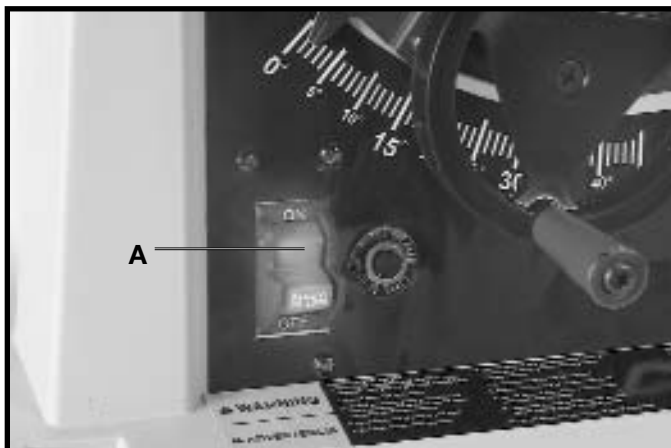

Fig. 27
L'interrupteur marche/arrêt (A) fig. 27 se trouve à l'avant de l'armoire de la scie. Pour mettre la scie en marche, déplacer l'interrupteur (A) vers le haut à la position « MARCHE » (ON). Pour mettre la scie en marche, déplacer l'interrupteur (A) vers le haut à la position « MARCHE » (OFF).